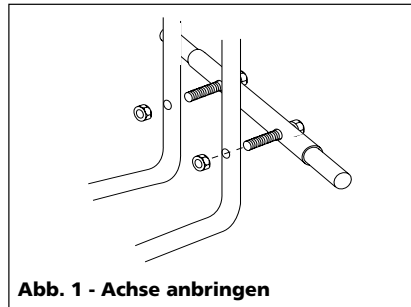

Abb. 1 - Achse anbringen
2. Pumpe aufrichten und festhalten. Achse am Wagen befestigen, indem die zusammengesetzten Schrauben in die Wagenständer gesteckt werden. Jede Schraube mit je einer 1/4 Zoll - 20 Mutter sichern. Mit einem 7/16 Zoll Schraubenschlüssel festziehen (siehe Abb. 1).